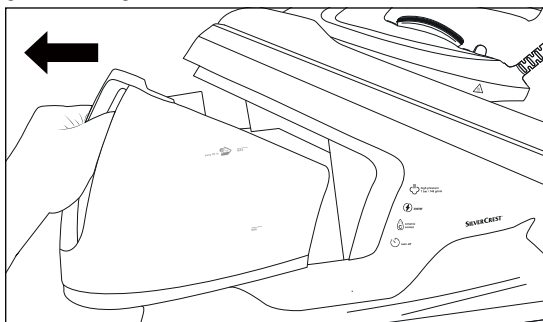

Fig. 3
- 2) Estrarre il serbatoio dell'acqua ⑩ dalla stazione di base tirandolo dall'impugnatura (v. fig. 3).